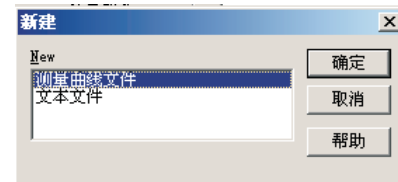

图 4
E. 新建对话框内有两种模式供你选择: 测量曲线文件和文本文件 (如图4);